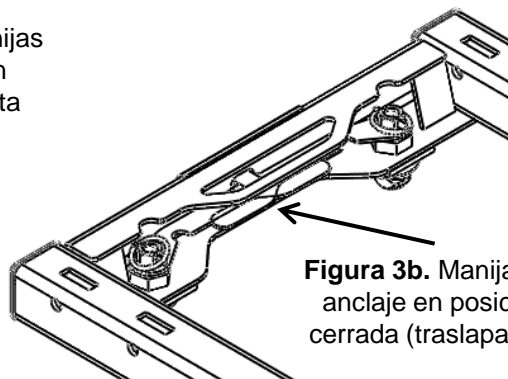

Figura 3b. Manijas de anclaje en posición cerrada (traslapadas)
3. Rote las (4) manijas hacia la posición de bloqueo (con las lengüetas del orificio de bloqueo a través del arco de base (Fig. 3c) y traslapadas en cada lado (Figura 3b).